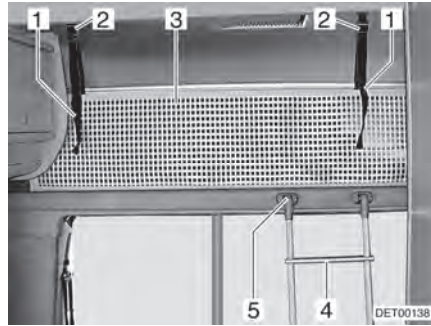

Fig. 72 Letto mansarda
Per salire sul letto mansarda, utilizzare la scaletta di accesso (Fig. 72,4) in dotazione ai modelli di serie.
- Agganciare la scalette con i longheroni nell'apposito supporto (Fig. 72,5) al diaframma della mansarda.
La rete protettiva (Fig. 72,3) è stivata sui modelli di serie tra il materasso e il telaio portamaterasso. Fissare la rete protettiva soltanto dopo che le persone si sono stese nel letto mansarda.
- Far innestare i nastri di sostegno (Fig. 72,1) nei supporti (Fig. 72,2) sul soffitto.